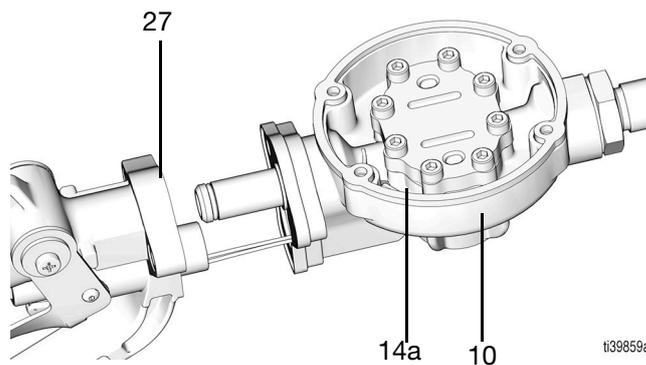

FIG. 42
- Separe el alojamiento de la válvula (27) del alojamiento del medidor (10) introduciendo simultáneamente los cables de solenoide (14a) en el orificio de acceso al alojamiento del medidor (10) (FIG. 42).